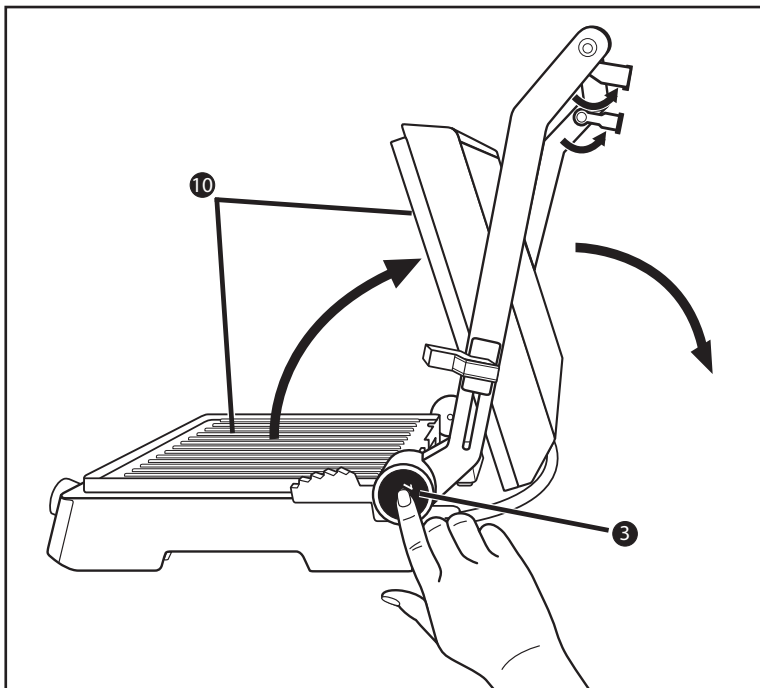

Fig. 1
- 1) Despliegue ambos pies de apoyo **1** (fig. 1).
- 2) Pulse el botón de desencastre 180° **3** (fig. 1) y abra la tapa del aparato hasta que ambas placas de calentamiento **10** puedan utilizarse como grill de mesa.